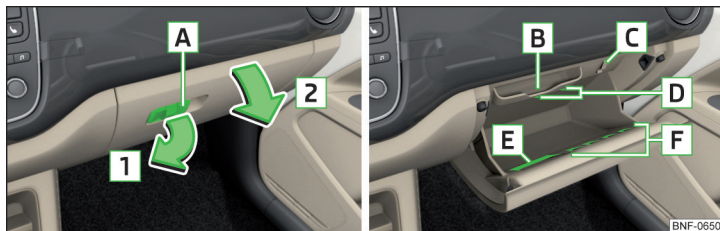

Fig. 71 Abrir el compartimento guardaobjetos/ espacio interior del guardaobjetos
Compartimentos guardaobjetos » fig. 71
- » Si se encuentra un gancho plegable en la palanca de apertura **A** » fig. 71 retirar las piezas de equipaje golgadas del gancho » fig. 73 de la pág. 63.